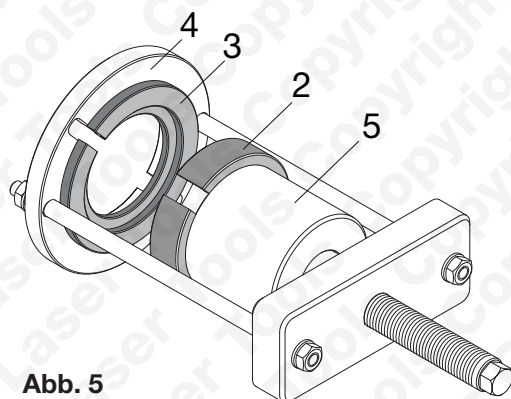

Abb. 5
- De nieuwe lagerbus moet in ALLE richtingen goed gepositioneerd worden. Controleer daarom of de nieuwe lagerbus in dezelfde stand geplaatst is als de oude lagerbus. Gebruik de getrapte, gedeelde ring (2) om de nieuwe bus op de juiste diepte te plaatsen.
- Monteer de nieuwe bus pas nadat de gereedschapsonderdelen in **afb. 5** gemonteerd zijn en de persbout schoon en goed gesmeerd is.